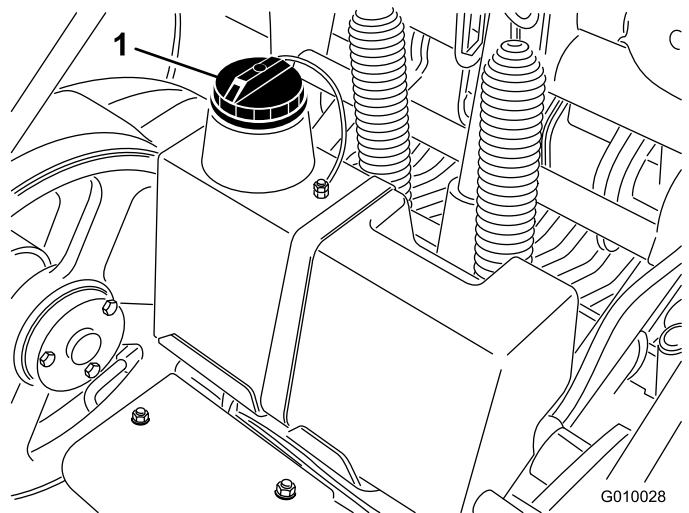

图18
3. 清洁液压油箱加油颈和加油颈盖周围的区域图18。从加油颈上取下盖子。